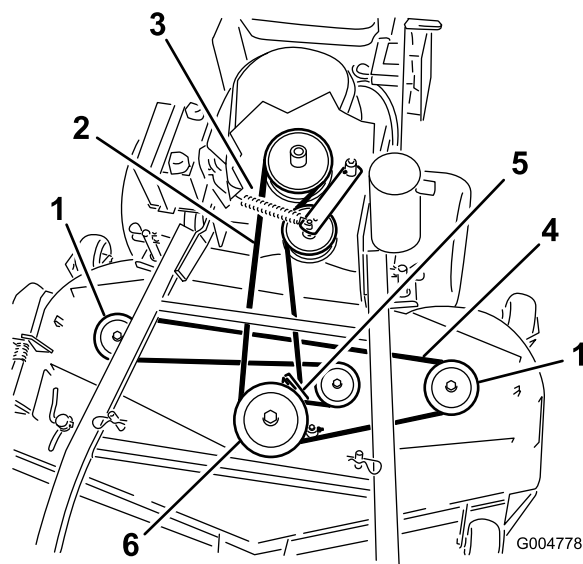

Figure 60
6. Décrochez le ressort du bras de la poulie de tension pour réduire la tension sur le bras et la poulie de tension, puis enlevez la courroie usagée (Figure 60).
7. Placez une courroie neuve autour des deux poulies d'axe extérieures, de la poulie de tension et dans la gorge inférieure de la poulie d'axe double (Figure 60).
8. Raccrochez le ressort du bras de tension (Figure 60).
10. Réglez l'écartement entre le guide et la courroie à 3 mm (1/8") (Figure 60).